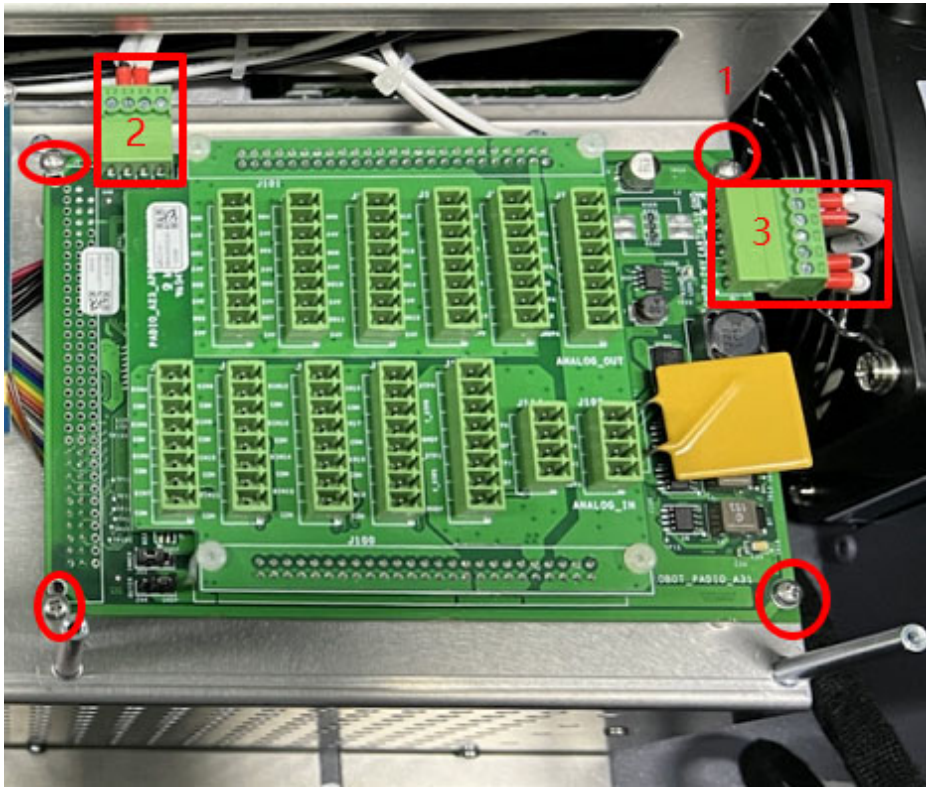

图 3-37：安装十字槽盘头螺钉、连接连接器
5. 依次安装十字槽盘头螺钉、连接 485 通讯连接器和 24V&5V 连接器，如图 3-37 所示；